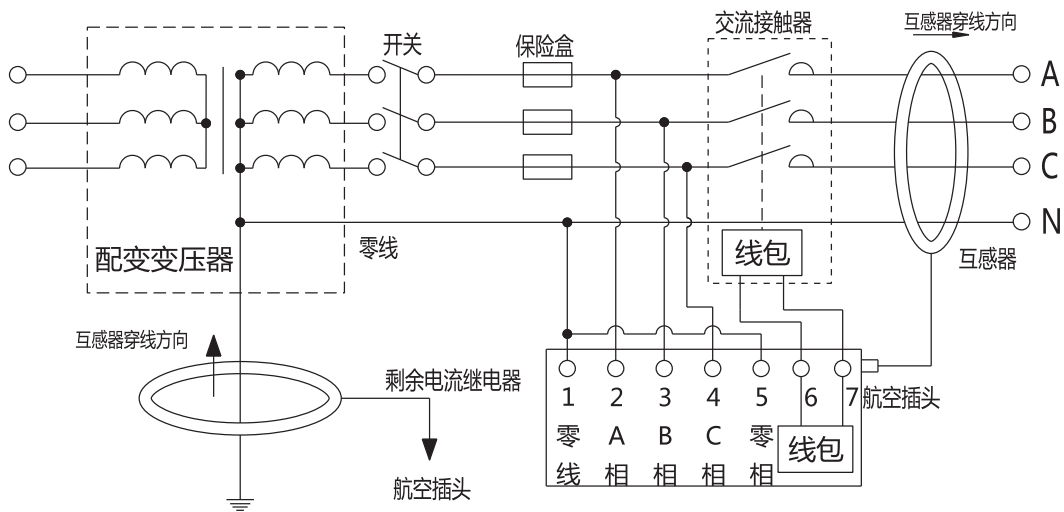

图7 RDJD8 节能型配AC220V接触器接线图
9.2 RDJD8触点输出型，可以控制交流220V或直流28V接触器（接线方式见图7）、断路器的脱扣线圈。